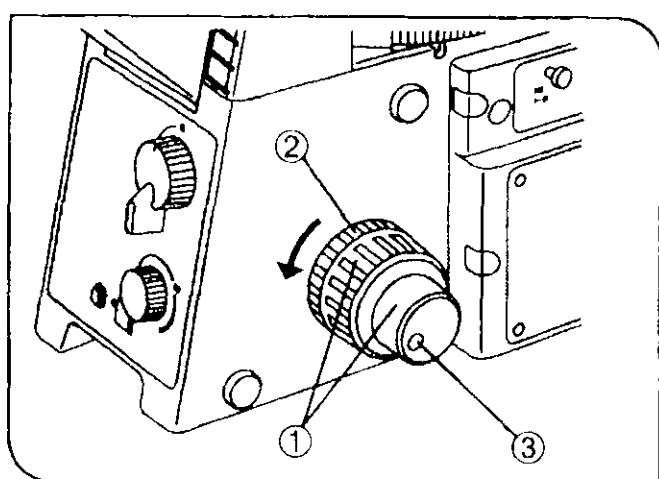

图 11
#### (1) 粗调焦和微调焦旋钮转动方向 (图 11)
#### (2) 调节粗调焦旋钮张力 (图 11)
### (3) 卸下微调焦旋钮 (图 11)